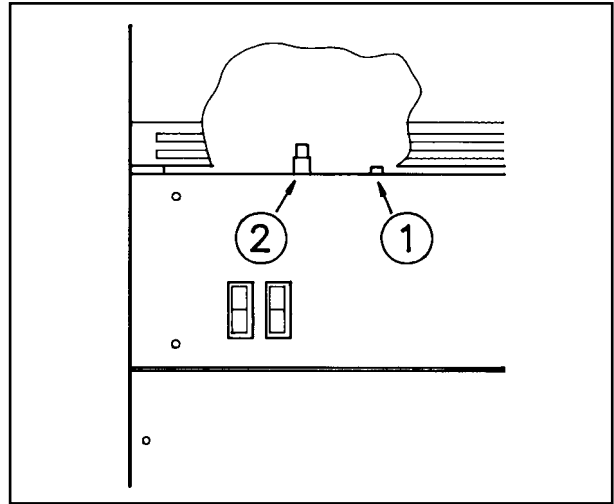

Fig. 2
Hvis temperaturen i aggregatet stiger til over 100°C afbryder sikkerhedstemperaturbegrænseren hele spændingen til aggregatet, så brænder og ventilator sættes ud af funktion. Når aggregatet er afkølet, starter det ikke automatisk igen. Genstart sker ved at trykke på reset-knappen (1) på sikkerhedstemperaturbegrænseren (STB) (se fig. 2). DV M 20 har to STB termostater med hver sin resetknap (1/2), som begge skal trykkes ind (se fig. 2).
Om temperaturen i aggregatet stiger till över 100°C bryter överhettningstermostaten hela spänningen till aggregatet, så brännaren och fläkten sätts ur funktion. När aggregatet är avkyllt, startar det inte automatiskt igen. Omstart sker via reset-knappen (1) på överhettningstermostaten (STB) (se fig. 2). DV m 20 har två STB överhettningstermostater med var sin resetknapp (1/2) båda två skall tryckas in (se fig.2).
Hvis temperaturen i aggregatet stiger til over 100°C bryter branntermostaten styrestrømmen til aggregatet, så brenner og vifte settes ut av funksjon. Når aggregatet er avkjølt, starter det ikke automatisk igjen. Gjenstart skjer ved å trykke på reset-knappen (1) på branntermostaten (STB) (se fig. 2). DV M 20 har to STB termostater med hver sin resetknapp (1/2), som begge skal trykkes inn (se fig. 2).